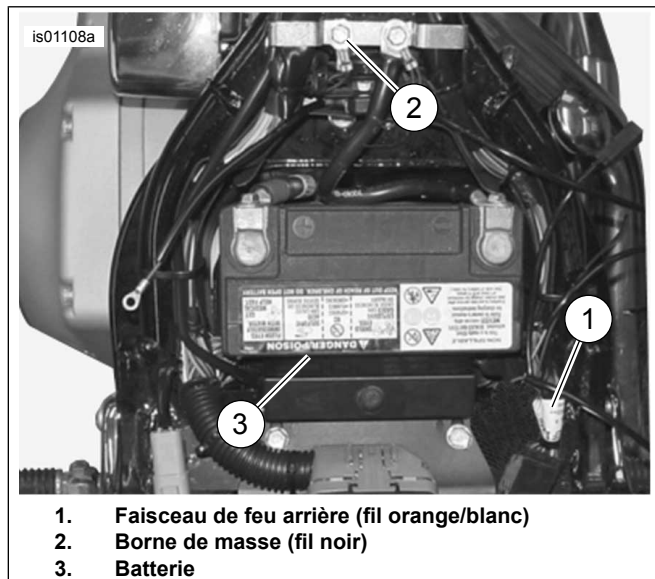

Figure 2. Connexions de l'alimentation et de la masse (modèles Softail)
4. Voir Figure 2. Installer la borne circulaire sur les filets de la vis de masse. Attacher la vis de masse sur le cadre (2). Serrer selon la spécification de couple indiquée dans le manuel d'entretien.
1. Voir Figure 2. Couper avec soin pour ouvrir une partie de la gaine du faisceau de feu arrière (1) à un point accessible sous la selle. Couper le fil orange/blanc.